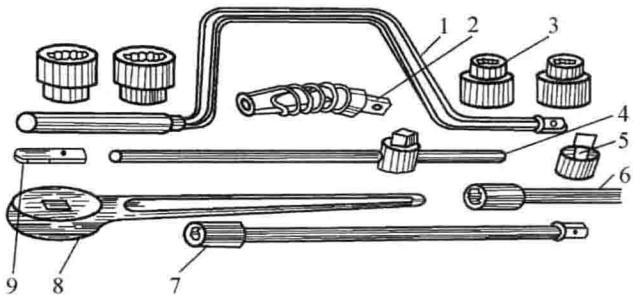

图 1-6 套筒扳手
(3) 套筒扳手(图 1-6)。套筒扳手的内孔形状与梅花扳手相同, 也是正六边形, 按其闭口尺寸大小也分 8mm、10mm、12mm、14mm、17mm、19mm 等规格, 通常也是成套装备, 并且配有手柄、棘轮手柄、快速摇柄、接头和接杆等, 以方便操作和提高效率。